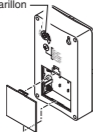
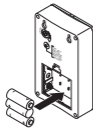

Figure 2
Figure 3
2. **Installez 3 piles alcalines « AA ».** Appuyez sur le loquet à l'arrière du carillon, puis soulevez le couvercle (voir la Figure 2). Insérez 3 piles alcalines « AA » (non incluses) dans le carillon. Assurez-vous que les piles sont insérées conformément au diagramme situé à l'intérieur du carillon (voir la Figure 3). Remettez le couvercle d'accès du compartiment des piles en place à l'arrière du carillon.
4. **Réglez le volume à la puissance souhaitée** (voir la Figure 2).